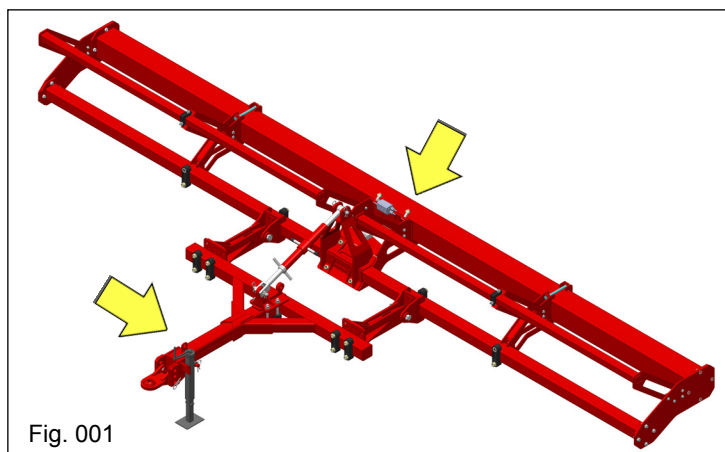

Fig. 001
- Possibilidade para a montagem de espaçamentos com 30" e 36" entre linhas (Fig. 001).
- Com garras pivotadas fixadas ao chassi que facilitam a montagem dos diversos espaçamentos (Fig. 001).